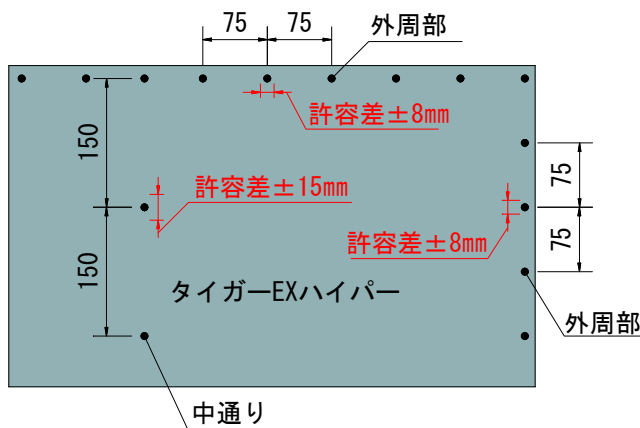
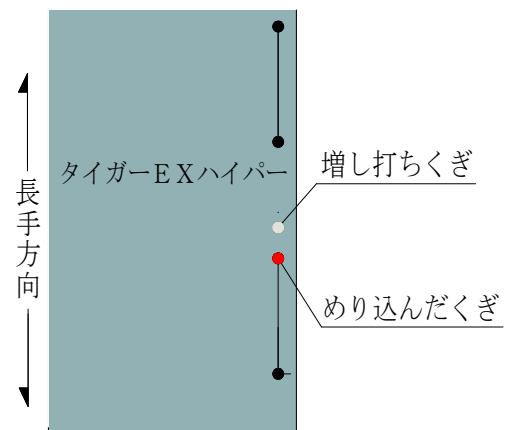

図2-1 マーキングからのずれの許容差について
図2-2 増し打ち概略
- ・くぎ留め間隔が外周部で75mm（マーキングからのくぎのずれの許容差：±8mm）以下、中通り150mm（マーキングからのくぎのずれの許容差：±15mm）以下になっていない場合やくぎがめり込んだ場合、外周部75mm以下、中通り150mm以下になるようにくぎを増し打ちしてください（図2-1、図2-2参照）。